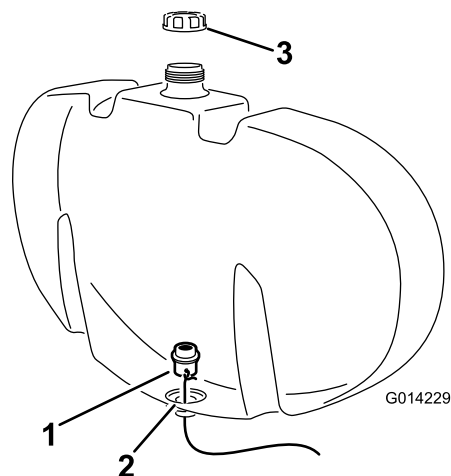

Figure 7
- E. Utilisez le fil pour guider le raccord de traversée dans le trou au fond du réservoir (Figure 7).
- F. Positionnez le raccord de traversée en plaçant le joint transparent en appui contre la paroi intérieure du réservoir de rinçage (Figure 7).